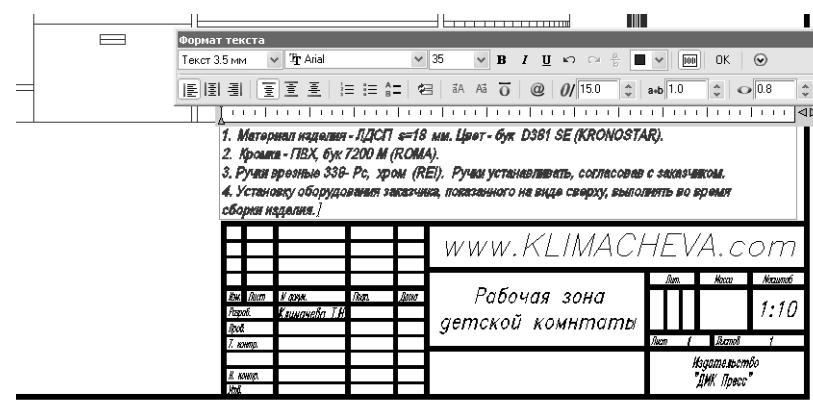

Рис. 10.34 ▼ При редактировании многострочного текста можно изменить размер гарнитуру шрифта и другие параметры, не меняя стиль
8. Откройте список шрифтов, который находится справа от списка стилей, и выберите из него шрифт **Arial**, а затем измените коэффициент уплотнения в правом нижнем углу окна **Формат текста** (Text Formatting), установив значение **0.8** (рис. 10.34).